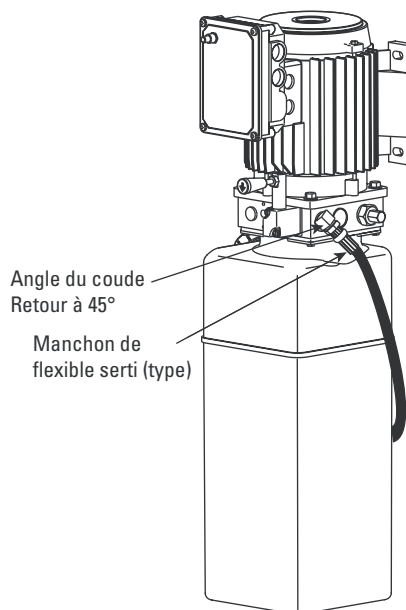

Fig. 21
- C. Installer et serrer à la main le coude pour pomper jusqu'à ce que le joint torique soit bien en place et le coude orienté vers le bas à environ 45°, Fig. 21. Continuer à serrer l'écrou de blocage entre 10 et 15 lb/pi (14-20 Nm), ou jusqu'à ce que l'écrou et la rondelle atteignent le point bas contre le collecteur de la pompe. REMARQUE : Le coude pourra toujours être pivoté. Cela est acceptable à moins qu'il y ait infiltration au joint torique. Si oui, serrer légèrement l'écrou de blocage.